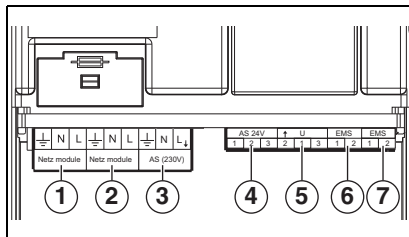
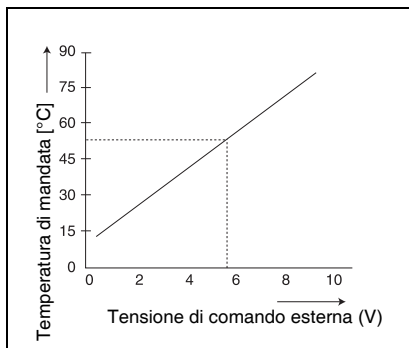

Fig. 2 Collegamenti
Fig. 3 Diagramma 0 – 10V
a) Connessione AS 24V (→ fig. 2, [4]), si tratta di un contatto a potenziale zero per segnali a bassa tensione fino a 24 V. Questo segnale di anomalia può essere letto p.e. da un sistema di amministrazione degli stabili.
b) Connessione AS 230 V (→ fig. 2, [3]), per comandare p.e. un segnale acustico o un indicatore luminoso di allarme. In caso di guasto questa connessione ha una tensione di 230 VAC.
Con l'aiuto di un segnale 0-10 VDC (→ fig. 2, [5]) è possibile un comando in base alla temperatura di mandata o alla potenza (→ fig. 3).
Questa regolazione viene attivata cavallottando i pin 1 e 3 (→ fig. 2, [5] e schema a pag. 47).